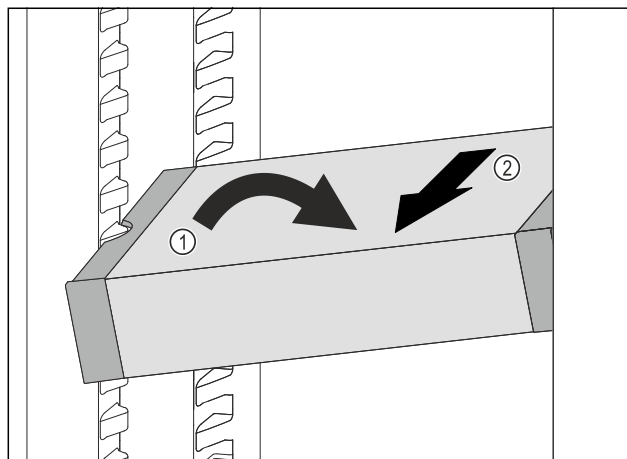

Fig. 112
- ▶ Plasser VarioSafe skrått i kjøleskapet. Fig. 112 (1)
- ▶ Ta ut VarioSafe ved å trekke den forover. Fig. 112 (2)